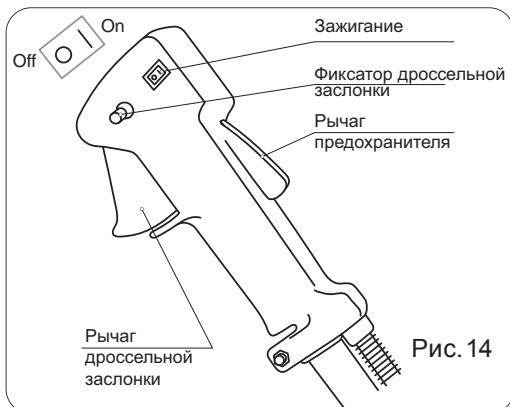

Рис. 14
- На ручке управления установите зажигание в положение «On» (Рис. 14).
- Плавно нажмите на рычаг дроссельной заслонки, доведите двигатель до максимальных оборотов и приступайте к работе (Рис. 14). Кошение производите крепко держа триммер обеими руками за рукоятки.